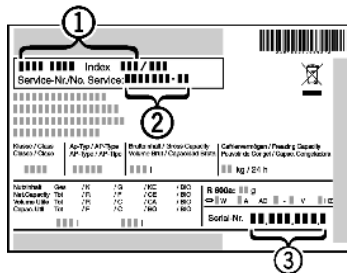

Fig. 4
- ▶ Gerätebezeichnung *Fig. 4 (1)*, Service-Nr. *Fig. 4 (2)* und Serial-Nr. *Fig. 4 (3)* vom Typenschild ablesen. Das Typenschild befindet sich an der linken Geräteinnenseite.
- ▶ Den Kundendienst benachrichtigen und den Fehler, Gerätebezeichnung *Fig. 4 (1)*, Service-Nr. *Fig. 4 (2)* und Serial-Nr. *Fig. 4 (3)* mitteilen.